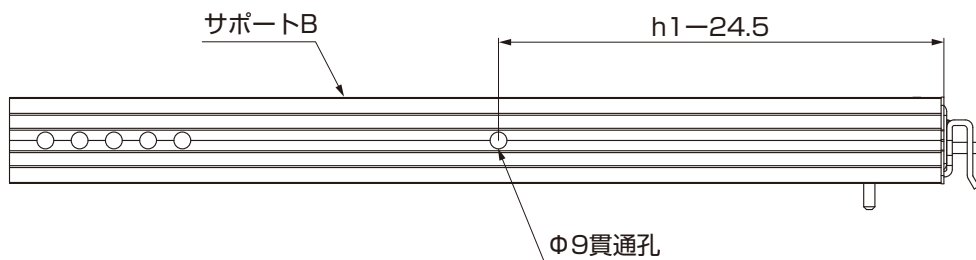

図5-5
- ① 収納金具の上側にサポートAを取付けてください。
- ② 5-2 で加工した孔から収納金具下を取付ける面のG.L.までの寸法h1を測ってください。
- ③ サポートBの下側から図5-5の位置にφ9の貫通孔をあけてください。